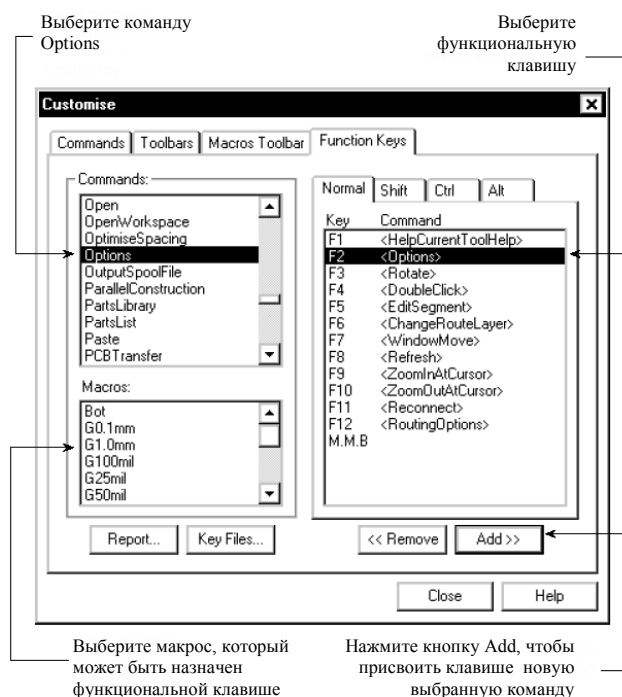

Рис. 3. Пользовательская настройка функциональных клавиш.
5. Нажмём кнопку Add (рис. 3).